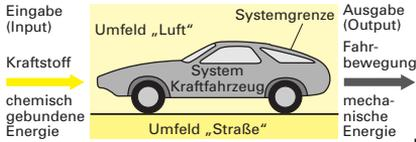

Bild 1
a) Bild 1
19 Welche Antwort zur Systemgrenze des in Bild 1 dargestellten Gesamtsystems „Kraftfahrzeug“ ist richtig?